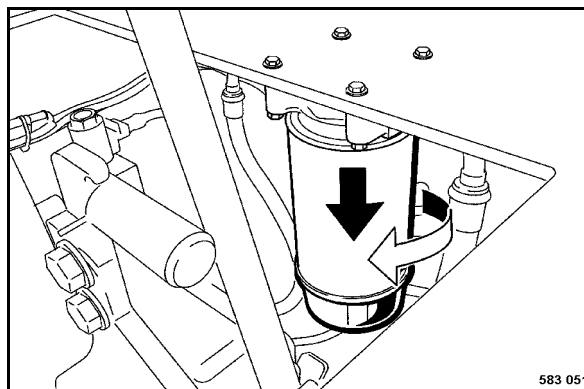

Fig. 147
- Dévisser la cartouche (Fig. 147) au moyen d'une clé à bande appropriée.